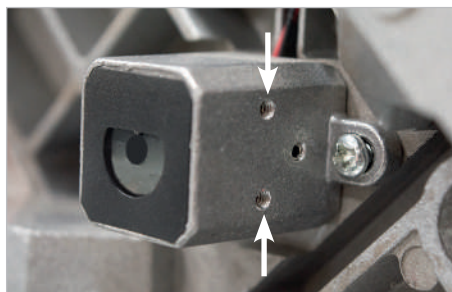

рис.6
7.2 Лазер имеет шесть винтов. Спереди располагаются по два винта с каждой стороны - они отвечают за настройку вертикальной плоскости.(рис.6)